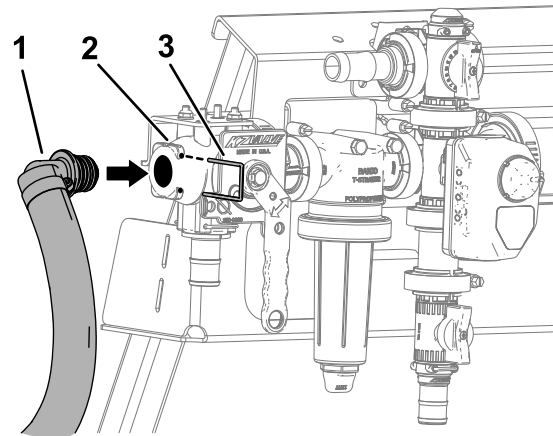

Figura 23
4. Coloque una abrazadera abierta sobre el extremo abierto de la manguera (Figura 23).
5. Instale el extremo abierto de la manguera en la válvula del eyector y sujete la manguera mediante un pasador de sujeción (Figura 23).